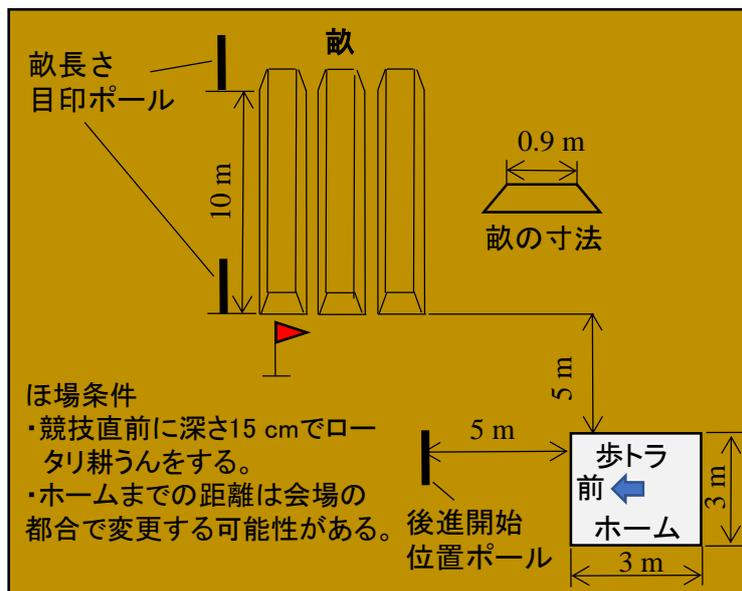

図1 競技ほ場および作成する畝
- ・歩トラの開始前・終了後のホームポジションは、図1の矢印の向きを前方として静置した状態とします。